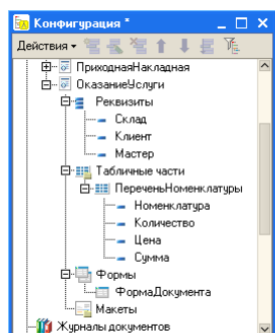

Рис. 3.2.25. Документ «ОказаниеУслуги»
**Задание 4.** Создание документа «Оказание услуги» Аналогичным образом создайте второй документ – Оказание услуги. Для этого потребуется выполнить следующие действия: о создать новый объект конфигурации Документ ОказаниеУслуги с реквизитами: - Склад, тип СправочникСсылка.Склады, - Клиент, тип СправочникСсылка.Клиенты, - Мастер, тип СправочникСсылка.Сотрудники, о создать табличную часть этого документа ПереченьНоменклатуры с реквизитами: - Номенклатура, тип СправочникСсылка.Номенклатура, - Количество, тип Число, длина 15, точность 3, неотрицательное, - Цена, тип Число, длина 15, точность 2, неотрицательное, - Сумма, тип Число, длина 15, точность 2, неотрицательное, о создать основную форму документа, о для полей ввода колонок Количество и Цена создать обработчик события ПриИзменении, в котором вызывать процедуру РассчитатьСумму() из общего модуля РаботаСДокументами. В результате документ ОказаниеУслуги будет выглядеть следующим образом (рис. 3.2.25).